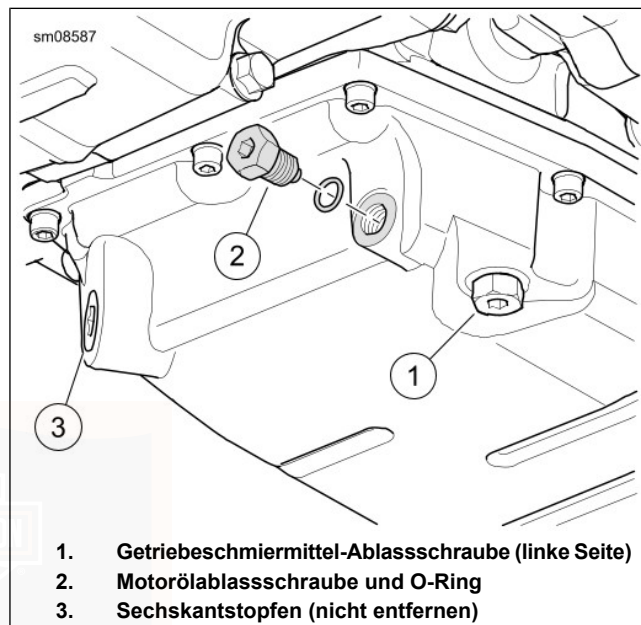

Abbildung 94. Ölwanne
3. Siehe Abbildung 94. Die Ölablassschraube (2) und den O-Ring entfernen. Das Öl vollständig ablaufen lassen.